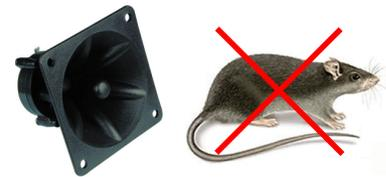

Figure 1 : Répulsif électronique pour rongeur
**Q4 :** Montrer que la caractéristique de transfert est bien conforme à celle représentée sur la figure 1. En déduire l'expression de  $V_t$  en fonction de  $V_{dd}$ ,  $R_1$  et  $R_2$ .